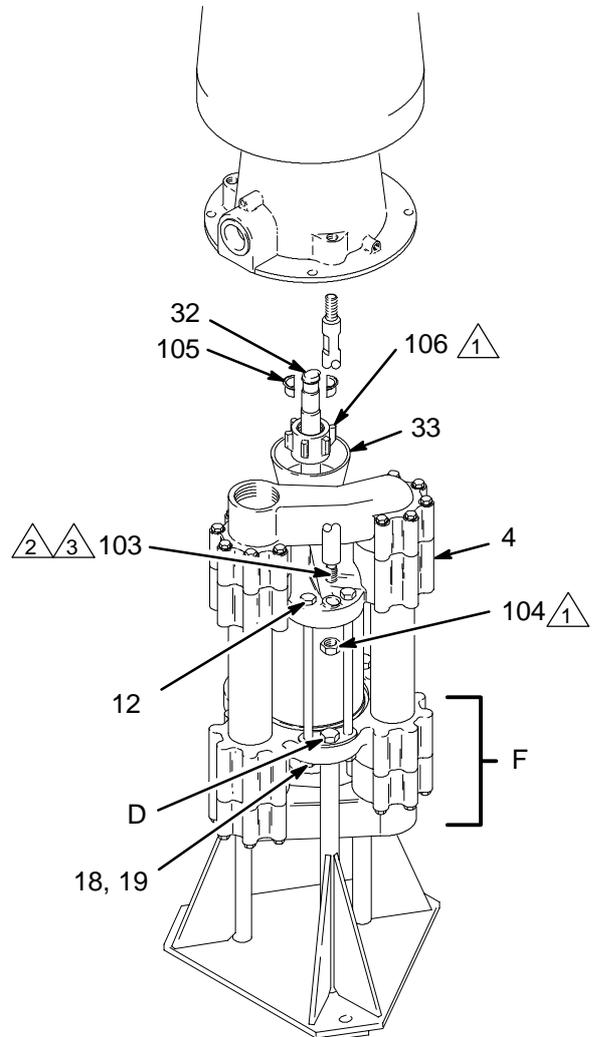

Abb. 7
Motor ausbauen (siehe Abb. 7)
Motor einbauen (siehe Abb. 7)
3. Die Muttern (19), Federringe (18) und die sechs Zylinder-Hutschrauben (12) entfernen. Die Packungsmutter (33) lösen. Das Auslaßventilgehäuse (4) hochheben. Siehe Abb. 7.
- Die drei Bolzen (D) des Pumpenständers heraus-schrauben und entfernen. Siehe Abb. 7. Den Einlaß-ventilsatz (F) vom Pumpenständer abheben. Das Einlaßventilgehäuse (3) mit der Vorderseite nach unten auf eine geschützte Oberfläche legen.